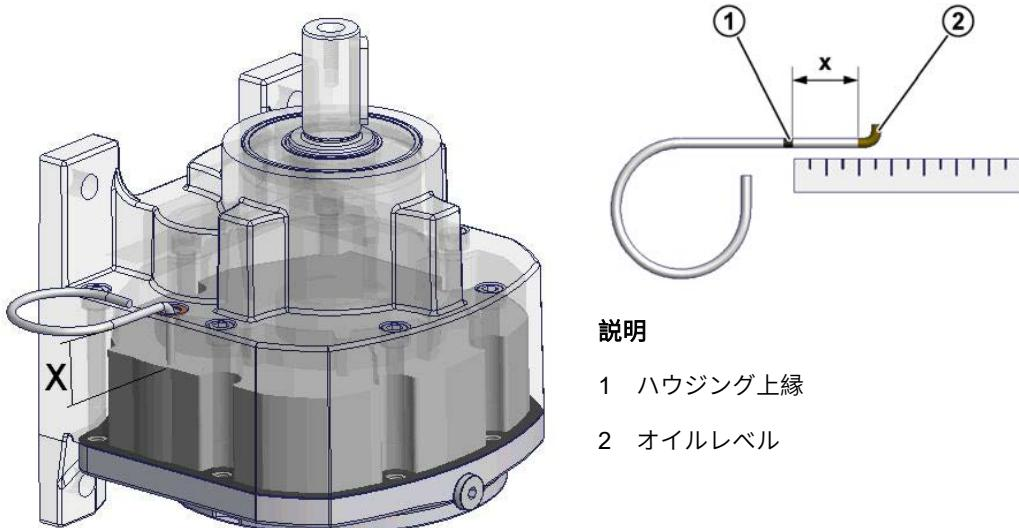

図 34: オイルレベルを測定する
- ギヤユニットハウジングの上縁部とオイルレベル間の寸法 X を測定します。必要に応じてオイルレベルゲージを合わせます（図 34 を参照）。